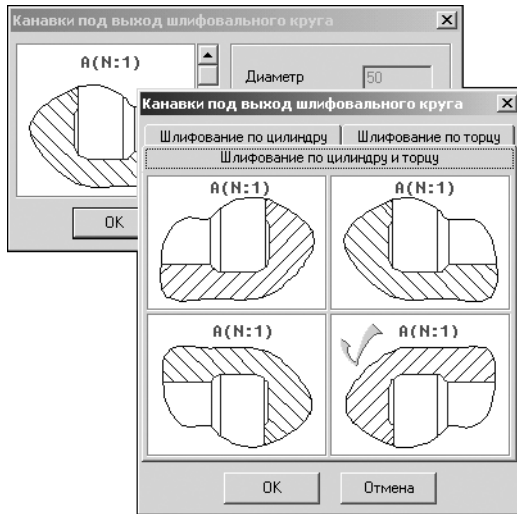

Рис. 5.5.
5. В левой части окна показан вид канавки по умолчанию. Чтобы его изменить, щелкните по слайду правой (или два раза левой) клавишей мыши. Появится диалог выбора вида канавки (рис. 5.5). Он содержит три вкладки: